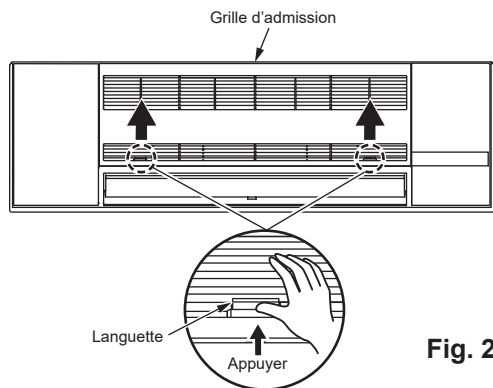

Fig. 2
- Ouvrez la grille d'admission en appuyant sur les 2 languettes de la grille d'admission dans le sens indiqué par les flèches. (Fig. 2)